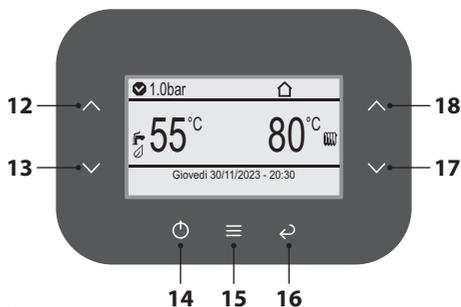
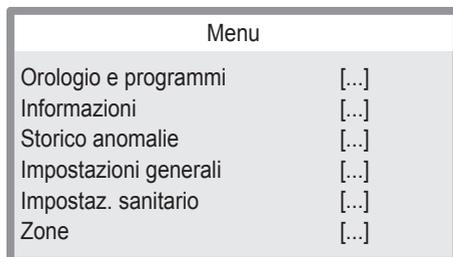
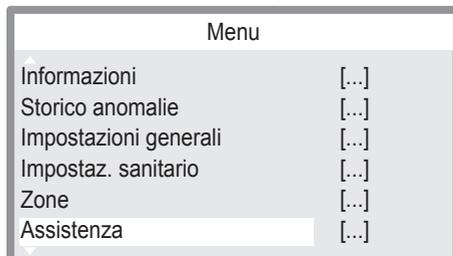

Figura 5.16
Figura 5.17
Figura 5.18
- Premere il tasto 15 (Figura 5.16) per portarsi al menu principale (Figura 5.17).
- Premere i tasti 12 o 13 (Figura 5.16) per selezionare il menu desiderato (Figura 5.18).
- Premere il tasto 15 (Figura 5.16) per accedere al menu selezionato (Figura 5.19).
- Premere i tasti 12 o 13 (Figura 5.16) per selezionare il menu desiderato (Figura 5.20).
- Premere il tasto 15 (Figura 5.16) per accedere al menu selezionato (Figura 5.21) (Correz. Camini = parametro **P52**).
- Premere i tasti 12 o 13 (Figura 5.16) per selezionare il menu desiderato tra quelli disponibili (Figura 5.22).
- Premere nuovamente il tasto 15 (Figura 5.16) per evidenziare il valore da modificare.
- Premere il tasto 15 (Figura 5.16) per confermare la modifica o il tasto 16 per uscire senza modificare il valore (ritorno al livello precedente).